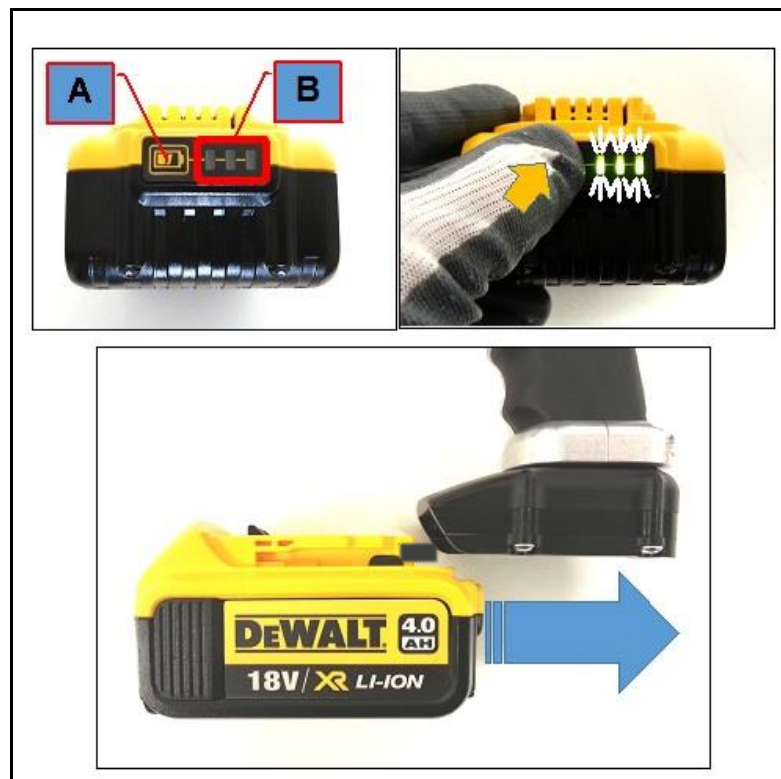

Fig. 3
Le type de batterie utilisée sur ces appareils prévoit le contrôle du niveau de charge résiduel. Ce système se compose d'un bouton (rep. A, Fig. 3) et une série de trois voyants (rep. B, Fig. 3). En appuyant sur le bouton, les voyants s'allument et fournissent l'indication sur le niveau de charge. Si les voyants ne s'allument pas, la batterie est complètement déchargée. Avant de brancher la batterie, vérifier son niveau de charge. Connecter la batterie correctement au corps de la cisaille en suivant les guides des profils afin d'obtenir un bon contact électrique. Fig.3
1. Placez la machine horizontalement en position stable sur un plan de travail adapté avec le bouchon de remplissage (fig. 3) dirigé vers le haut. Placez une bassine en-dessous de la machine pour recueillir les éventuels égouttements d'huile.